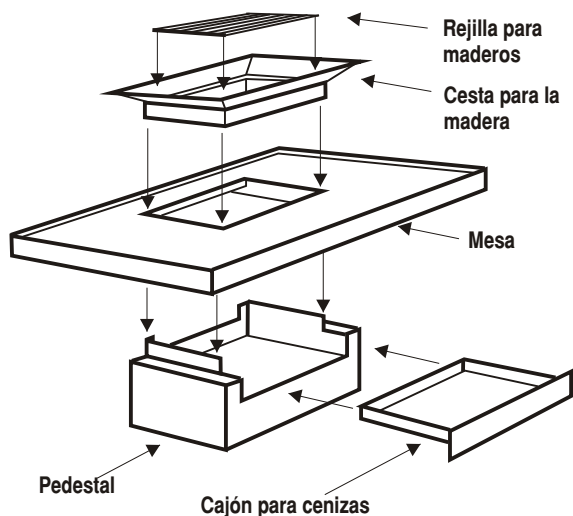

ILUSTRACIÓN 14
14.1. Chimenea 7100 – Montaje del pedestal: Monte el pedestal tal como lo muestra la Ilustración 14. Centre el pedestal debajo de la campana. Complete la instalación poniendo la mesa, la cesta de la madera y la rejilla en el pedestal, tal como lo muestra la ilustración. Estas piezas simplemente se colocan sin ninguna